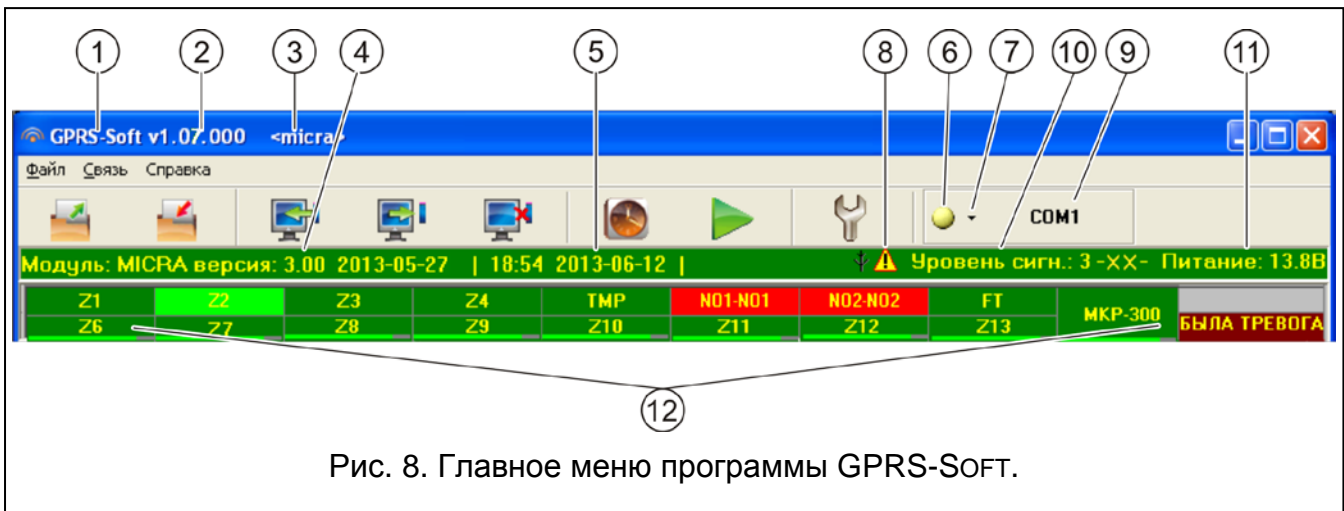

Рис. 8. Главное меню программы GPRS-SOFT.
COM-порт компьютера должен быть подключен к порту RS-232 (TTL) на плате электроники модуля. Кабели для подключения продаются отдельно, артикул комплекта кабелей в прайс-листе – DB9FC/RJ-KPL. В программе GPRS-Soft следует указать номер COM-порта компьютера, предназначенного для связи с модулем. С этой целью следует кликнуть указателем мыши по кнопке «Конфигурация» (см.: рис. 8 и пояснения к рисунку) и в окне, которое отобразится, выбрать один из доступных портов COM компьютера. Программа соединяется с модулем после включения выбранного COM-порта.
2. Кликнуть указателем мыши по кнопке «Конфигурация» (см.: рис. 8, пояснения к рисунку). В открывшемся окне, впишите номер TCP-порта, выбранного для связи с модулем. Этот номер будет находиться в SMS-сообщении, отправленном на номер GSM-телефона модуля, с целью установления связи.
3. Кликнуть указателем мыши по кнопке  (см. рис. 8). В открывшемся меню выберите вкладку «TCP/IP». Сервер будет активирован.